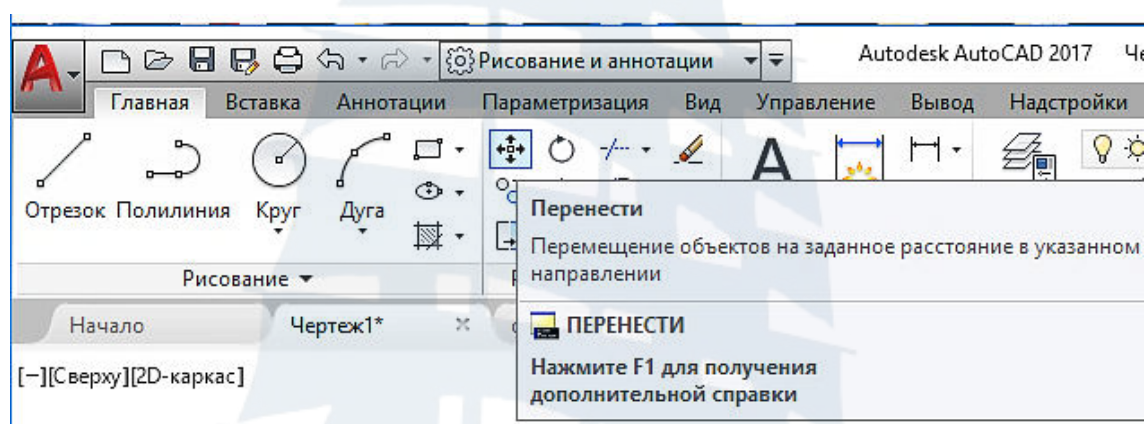

Рис. 106
- щелчком мыши по кнопке  на панели инструментов **Редактирование** на вкладке **Главная** (рис. 106);